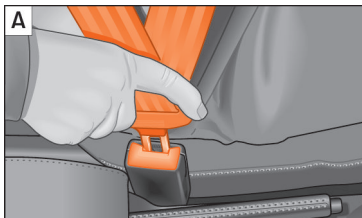

Abb. 94 Schlosszunge des Sicherheitsgurts in das Gurtschloss einstecken und vom Gurtschloss lösen.
- Stecken Sie die Schlosszunge in das zum Sitz gehörende Gurtschloss, bis sie hörbar einrastet »» **Abb. 94**.
- Drücken Sie die rote Taste am Gurtschloss »» **Abb. 94**. Die Schlosszunge springt heraus »» .